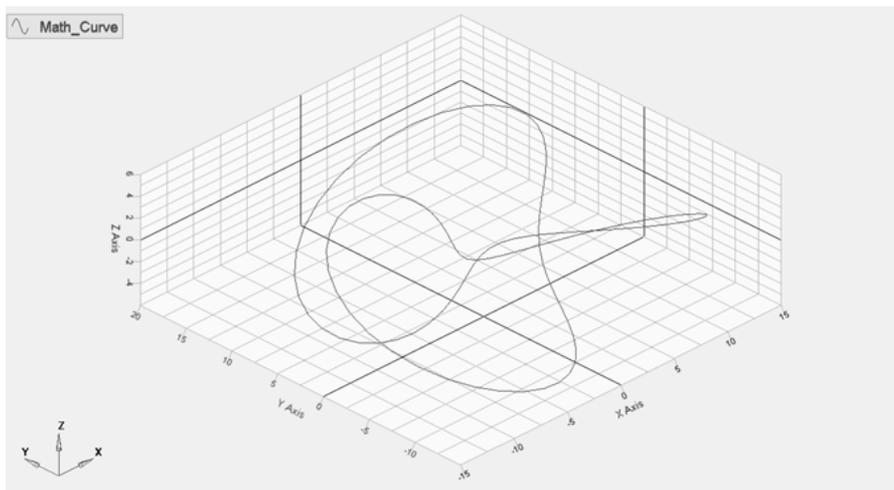

图 13-137 打开 Curve_Attributes_Line.mvw
- (1) 通过主菜单依次选择 File > Open > Session。
- (2) 打开文件 Curve_Attributes_Line.mvw，如图 13-137 所示。